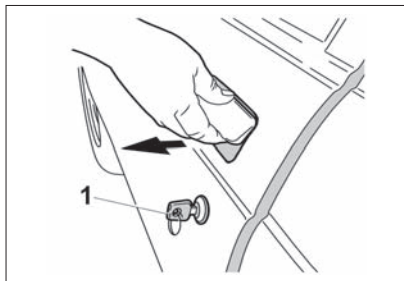

Рис. 4. Открывание двери
**Передние двери** блокируются: снаружи – поворотом ключа 1 (рис. 4, 5) или нажатием кнопки блокировки  на пульте дистанционного управления; изнутри – нажатием на
- снаружи – за ручку в направлении стрелки (рис. 4, 5);